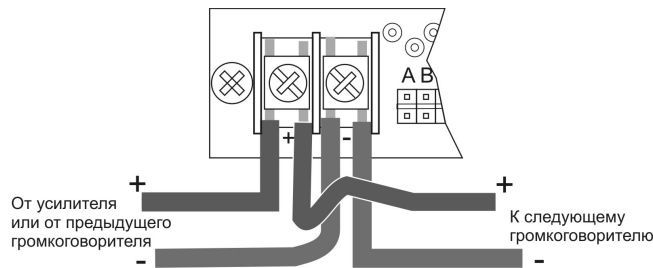

Рис.2
Все громкоговорители имеют встроенные винтовые контактные клеммы для подключения внешних электропроводок. К каждому контакту допускается подключать до двух проводников сечением 0,5 – 2,5 кв.мм. Перед подключением проводника, необходимо снять с него слой защитной изоляции на 8...9мм. В цепях с контролем целостности линии, все подходящие и отходящие проводники должны подключаться именно так, как показано на рис.2. Это необходимо для правильной работы схемы контроля – при изъятии громкоговорителя, целостность линии должна механически повреждаться, поэтому разные участки кабеля должны соединяться между собой не путем прямого контакта между собой, а через клеммы громкоговорителя.
- 4.2. Подключите громкоговоритель к трансляционной линии согласно рис.2.